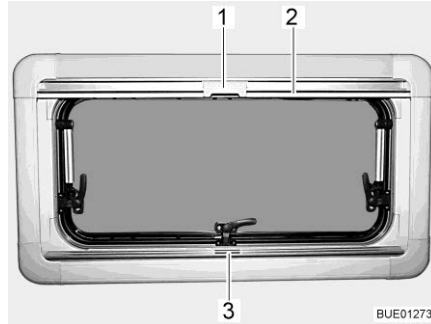

Fig. 101 Fenêtre projetante
Fermer : ■ Saisir le dispositif occultant plissé par le centre de la barre-poignée (Fig. 101,3), le tirer du bas vers le haut et le relâcher à la hauteur voulue. Le dispositif occultant plissé reste alors à cette hauteur.
Fermer : ■ Tirer la moustiquaire par la barre-poignée (Fig. 101,2) vers le bas jusqu'à ce qu'elle entre en contact avec celle du dispositif occultant plissé (Fig. 101,3).
■ Verrouiller le cran (Fig. 101,1) de la moustiquaire avec la barre-poignée du dispositif occultant plissé.
Ouvrir : ■ Presser le cran (Fig. 101,1) en haut de la moustiquaire vers l'arrière.
■ Ramener lentement la moustiquaire en arrière au moyen de la barre-poignée (Fig. 101,2).